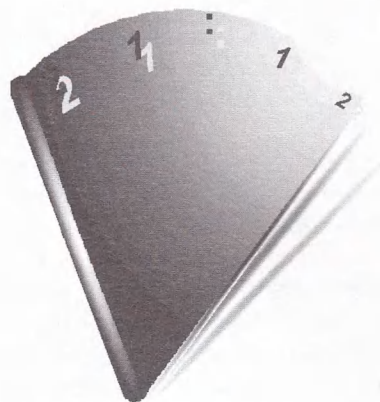

Рис. 1. Принцип работы программируемых часов ХРЗ.
**Р**ечь, очевидно, идет о появившихся некоторое время назад американских программируемых часах ХРЗ. У них нет ни стрелок, ни циферблата в обычном понимании этих слов. Нет даже дисплея с цифровой индикацией (см. рис. 1).